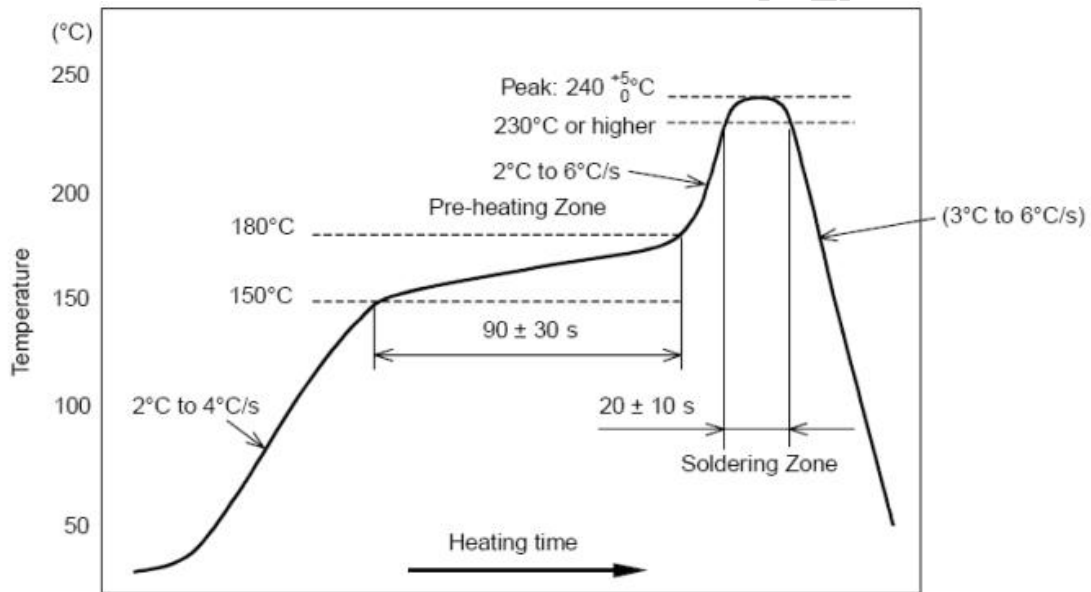

图 7 部件的焊接耐热性温度曲线(焊接点)
2. 允许回流焊次数：2 次，基于以下回流焊（条件）（见图 7）；
3. 温度曲线：回流焊应按照下列温度曲线（见图 7）；